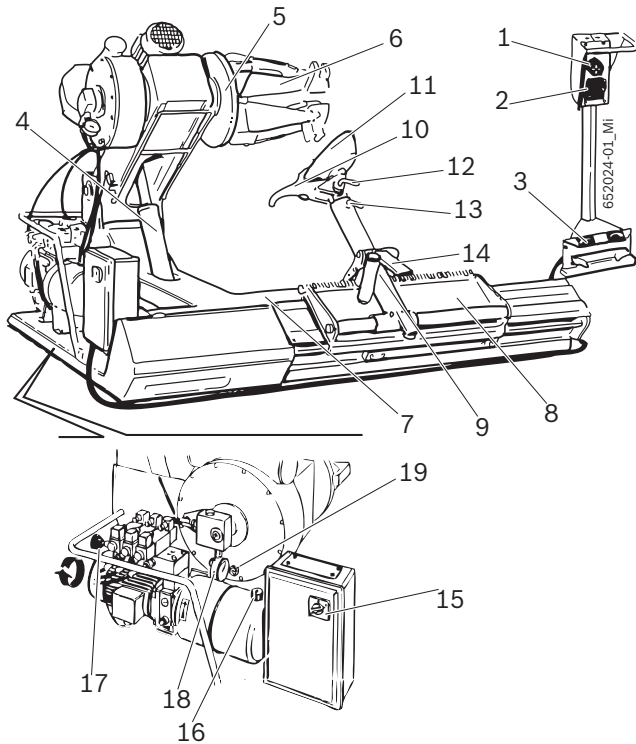

Fig. 1: JUMBO TCS52 NW
La brida de ajuste funciona a través de un circuito hidráulico de alta presión regulable de 20 a 130 bar rotando la manopla correspondiente (Fig. 1, pos. 17) y leyendo el valor en el manómetro (Fig. 1, pos. 18). La presión normal de ejercicio es de 130 bar. Con las llantas ligeras o particularmente delgadas es necesario disminuir dicha presión.
Para ruedas con diámetro inferior a 800 mm o superior a 1500 mm, se aconseja quitar la toma de la herramienta de montaje (Fig. 1, pos. 12) y ubicarla en el segundo agujero.